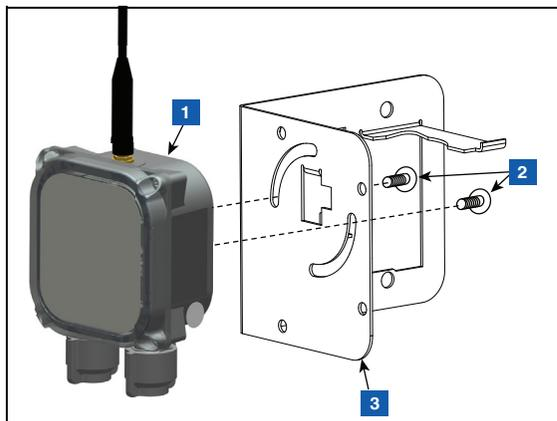

Figura 34. Fijación del transmisor al soporte
3. Mediante los dos tornillos Taptite del número 10-32 x 12,7 mm (1/2") del juego de instalación, fije el transmisor al soporte que tiene las dos ranuras circulares (véase la Figura 34). No apriete los tornillos en este momento.
LEYENDA PARA LOS CUADROS NUMERADOS DE LA FIGURA 34